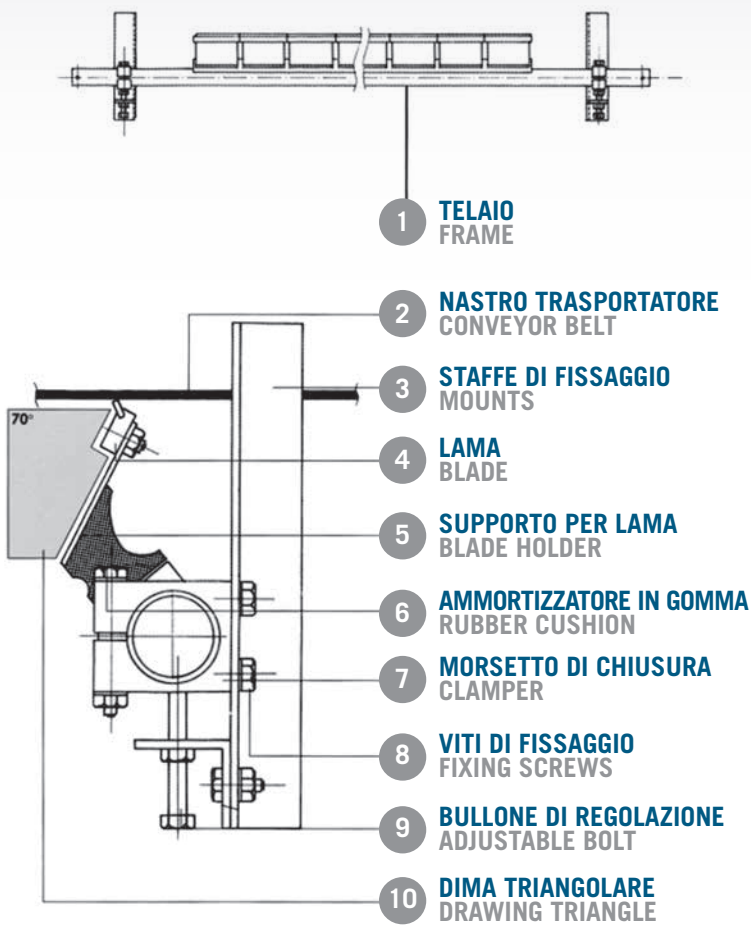
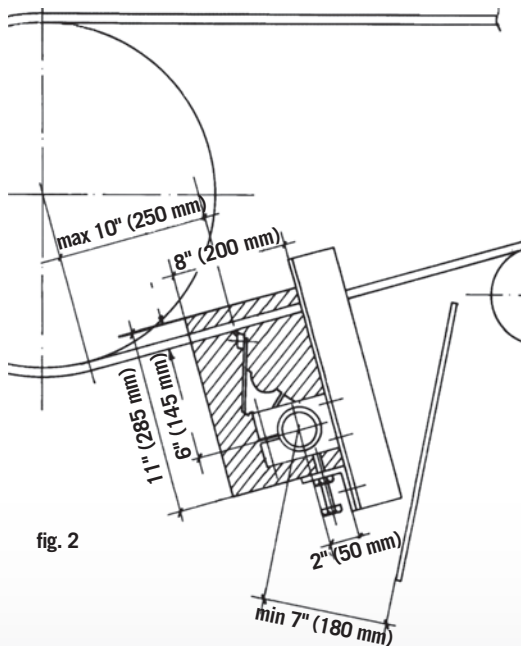
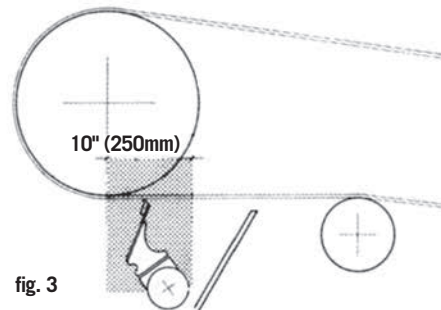
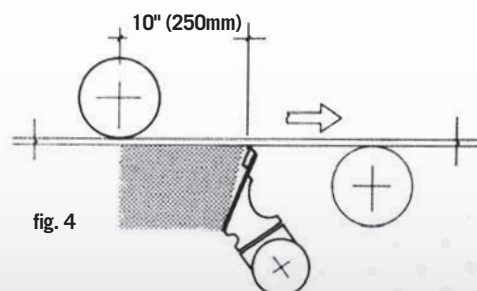

fig. 1
fig. 2
fig. 3
fig. 4
Il raschiatore multilama è illustrato nella fig. 1. Il raschiatore modello N è installato lungo il percorso di ritorno del nastro, in una zona piana e libera da vibrazioni dove il nastro possa muoversi verticalmente alla pressione della lama. Questi requisiti sono soddisfatti ad una distanza di circa 250 mm dal punto di tangenza, nella fase di ritorno, del nastro sulla puleggia fig.3, o in alternativa al centro del nastro trasportatore compreso fra i due rulli di pressione installati. Il raschiatore viene montato tramite l'installazione delle staffe di fissaggio (pos.3) perpendicolari al nastro a circa 80 mm dal punto selezionato di contatto fra nastro e lama, e con i morsetti di chiusura del tubo (pos.7) in una posizione intermedia nella guida fig.2. Se è necessario, lasciare una larghezza di 200 mm ed una altezza di 285 mm come mostrato nella fig.2. La dimensione di questa apertura deve essere almeno di 80 x 220 mm. Controllare, con una dima triangolare (pos.10) che l'angolo del supporto della lama (pos.5) nei confronti del nastro non in funzione sia di 70°. Posizionare i morsetti del tubo (pos.7) su entrambi i lati regolando l'altezza con le viti (pos.9) così che le lame esercitino una leggera pressione sul nastro. Serrare le viti (pos.8) su entrambe le staffe (pos.3). Se si verificassero delle vibrazioni anomale, regolare nuovamente il raschiatore. Per l'installazione su nastri con collegamenti meccanici, il raschiatore può essere capovolto tramite l'allentamento dei morsetti (pos.7).
The scrapers multiple-blades cleaner is illustrated in fig. 1. The type N elastic scraper-blade cleaner is installed along the belt return path, in a flat, vibration-free area where the belt can move vertically under pressure. These requirements are satisfied approximately 10" (250 mm.) from the the tangent point of the belt leaving the pulley fig. 3, or alternately near the middle of the conveyor belt, provided a pressure roller is installed fig. 4. The cleaner is mounted by installing the mounts (pos. 3) perpendicular to the belt approximately 3" (80 mm.) from the selected blade-to-belt contact point, with the tube clamps set (pos. 7) in an intermediate position in the slots fig. 2. If necessary, provide an 8" (200 mm.) wide by 11" (285 mm) high opening as shown in fig. 2 the dimensions of this opening must be at least 3' x 9" (80 x 220 mm). Check, with a drawing triangle (pos. 10) that the angle of the blade holder (pos. 5) relative to the belt (pos. 2) is 70°, with the belt stationary. Set the tube clamps (pos. 7) on both sides adjusting the height with the screws (pos.9) such that the blades exert a light pressure on the belt. Tighten the screws (pos. 8) on both mounts (pos. 3) if abnormal vibration develops; readjust the cleaner. For installation on belts with mechanical joints, the cleaners can be flipped over by loosening the clamp (pos. 7).